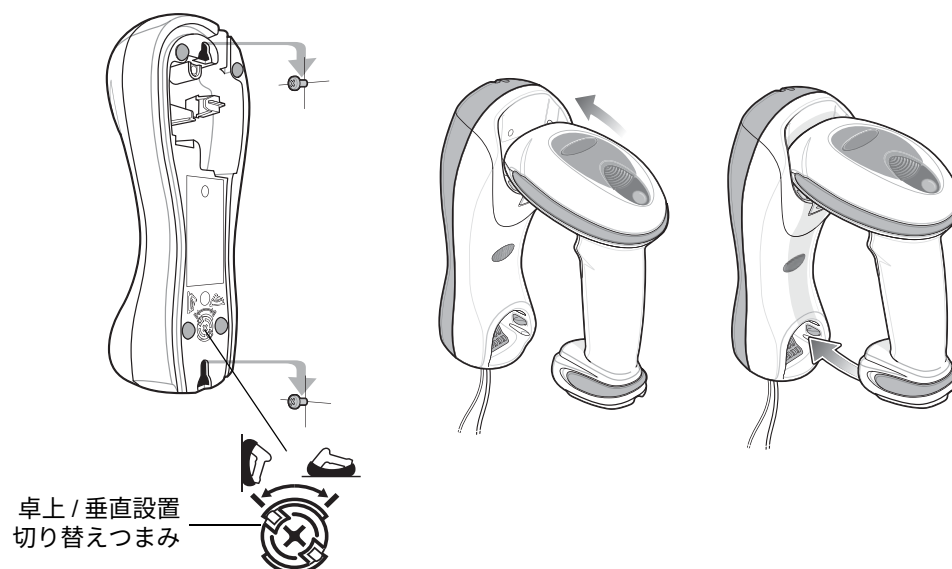

図 1-11 垂直設置 - デジタル スキャナのクレードルへの装着
3. 卓上 / 垂直設置切り替えつまみが、図 1-11 に示すように正しい位置に設定されていることを確認します。